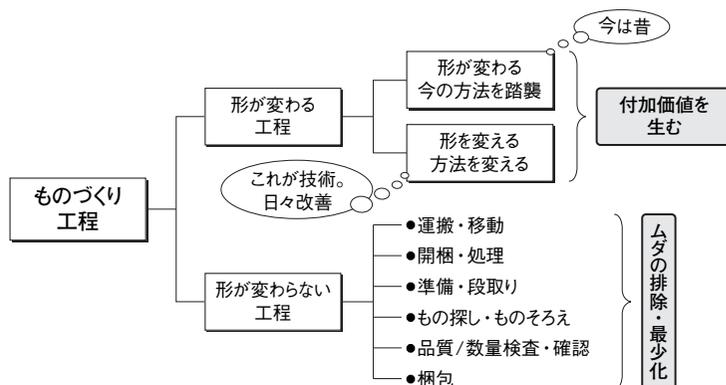

図1●ものづくりの工程とムダ
**ト**ヨタ自動車には、具体的なムダを指摘した「7つのムダ」という名言がある(表)。これには全く同意するが、私はもっと端的に「形が変わらない工程はムダ工程」と言い切っている(図1)。